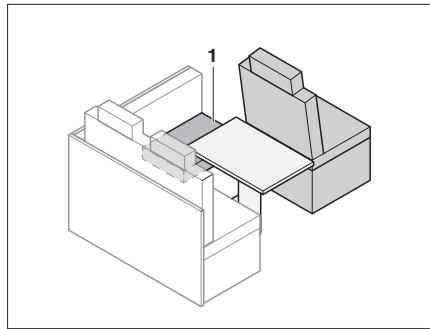

Bild 156 Vor dem Umbau
- Sitzpolster (Bild 156,1) zur Seite legen.